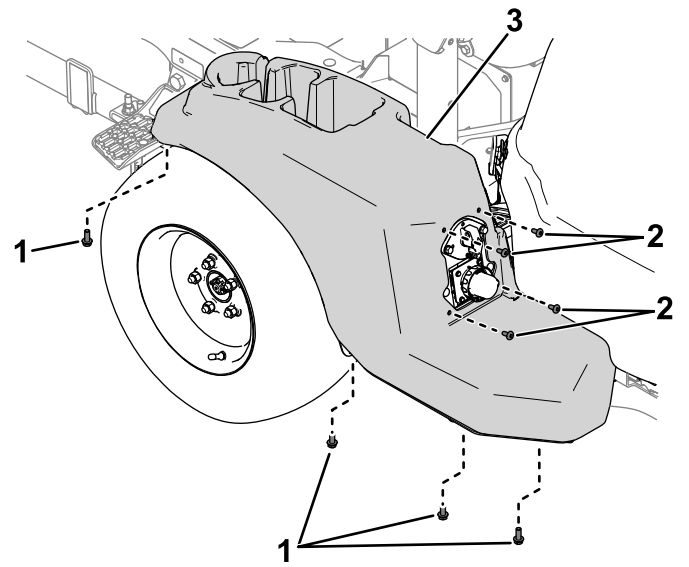

図 4
3. 以前取り外したネジとボルトを使って、カバーをマシンの左側に固定する (図 4)。